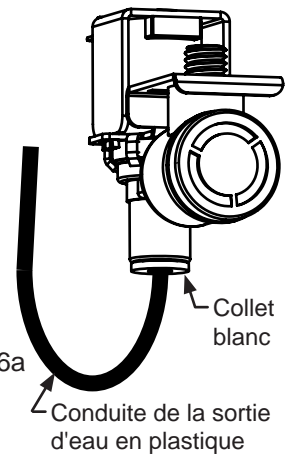

Figure 26a
3. Passez le commutateur à bascule sur la position CLEAN pendant environ une (1) minute. Cela va activer et ouvrir la vanne d'eau et éliminer le plus gros de l'eau de cette vanne, et de la conduite qui en sort pour aller au réservoir.
7. Débranchez la conduite d'eau en sortie de la vanne d'eau allant au réservoir, et vider le reste d'eau de la zone de siphon de la conduite d'eau. (Voir la Figure 26a).